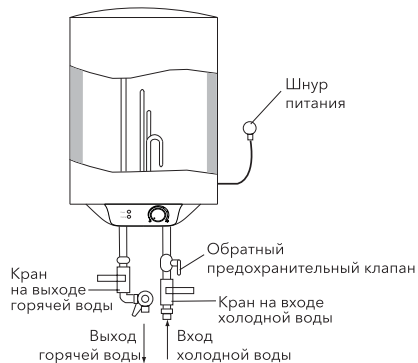

Рис. 5
3. Предохранительный клапан следует устанавливать в месте входа воды (см. рис. 5).